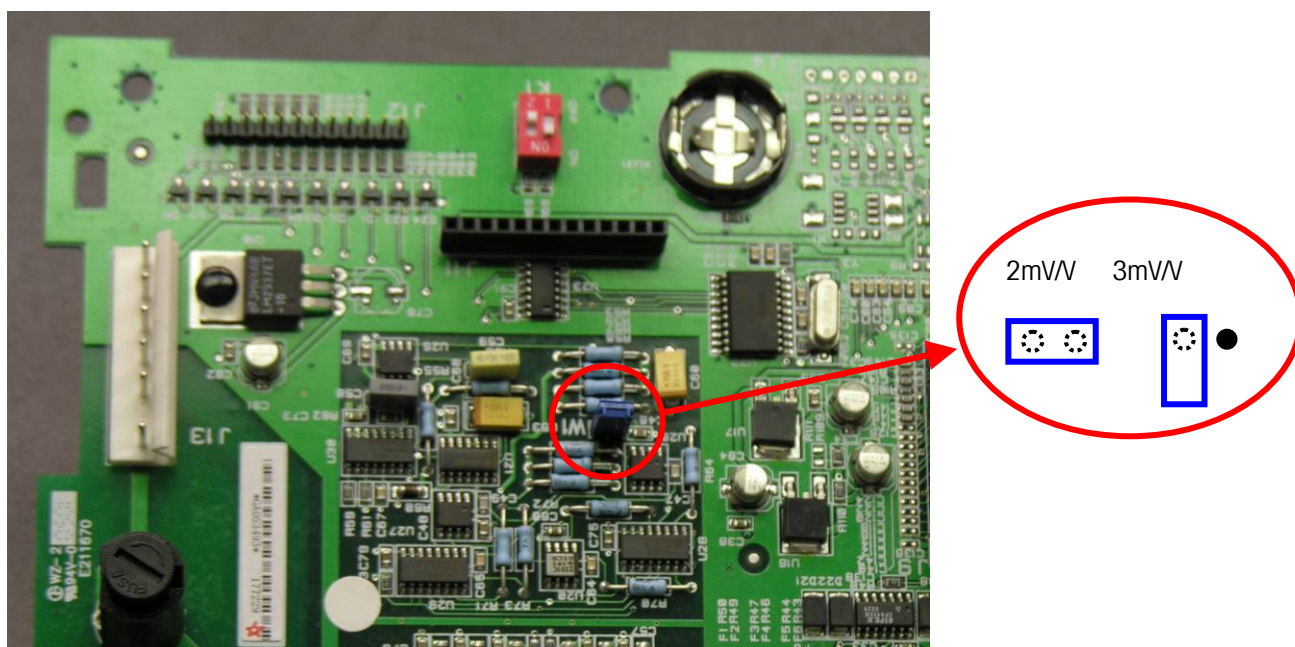

Figura 2-34: Selezione del ponticello millivolt
La versione IDNet della scheda principale IND560 non dispone di ponticelli. Sulla scheda principale della bilancia analogica IND560 (W1) c'è un ponticello. Questo ponticello seleziona il funzionamento di 2 mV/V o 3 mV/V del sistema di circuiti analogico. Per la posizione del ponticello, fare riferimento alla Figura 2-34.
- Quando si rimuove il ponticello W1 per il funzionamento 3mV/V, riposizionarlo su solo uno dei pin come illustrato nella Figura 2-34. Se questo ponticello non è posizionato correttamente, il coperchio di plastica sopra la scheda principale non si adatterà appropriatamente. In tal caso, non forzare il coperchio di plastica. Rimuovere il coperchio e posizionare il ponticello come illustrato.